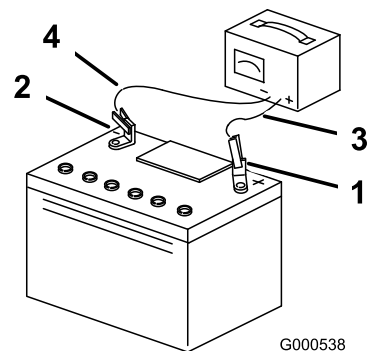

Figura 55
3. Quando la batteria è completamente carica, staccate il caricabatterie dalla presa elettrica e scollegate i cavi di ricarica dai poli della batteria (Figura 55).